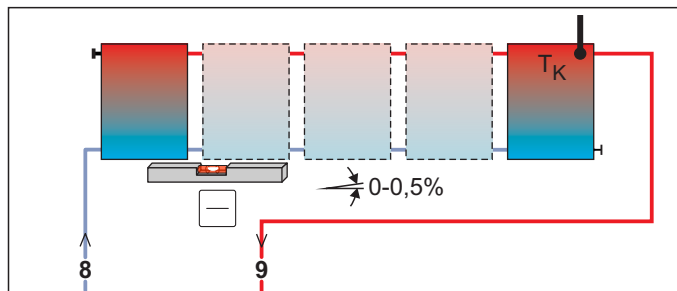
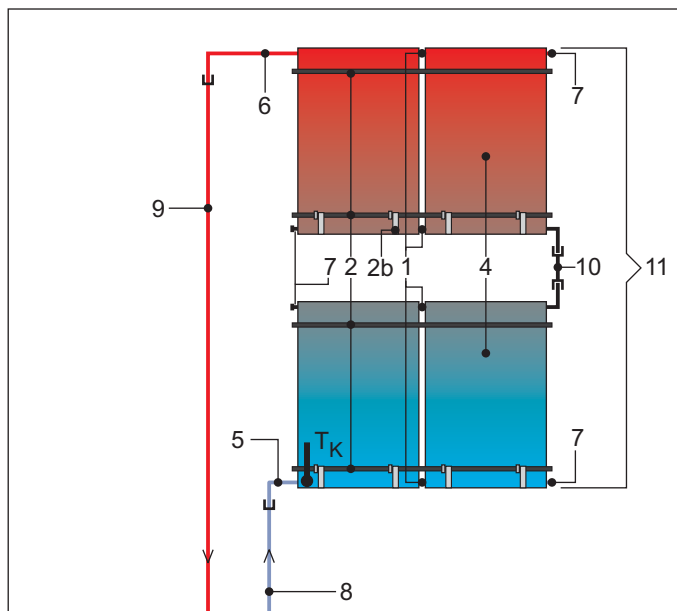
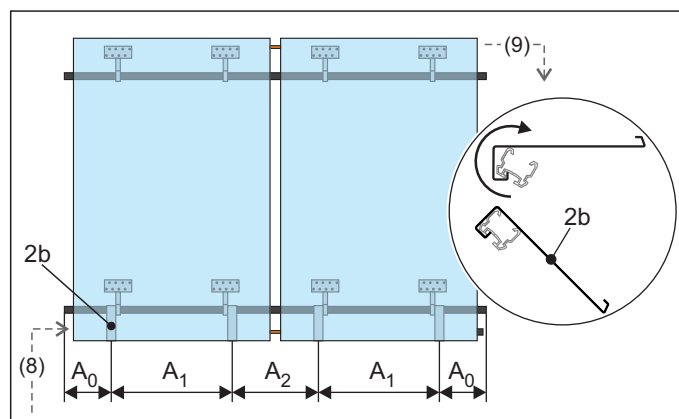

Fig. 4-1 Campo di collettori solari con collegamento alternato (consigliato)
Fig. 4-3 Disposizione alternativa dei collettori
Fig. 4-5 Fase di lavoro 1: allineamento dei ganci di fissaggio
In alternativa al semplice collegamento in parallelo dei collettori descritto nelle presenti istruzioni, all'occorrenza è possibile montare un massimo di 3 serie di collettori anche sovrapposte. I collettori o i campi di collettori montati gli uni sugli altri devono essere collegati in serie (fig. 4-3).
Tab. 4-1 Legenda per fig. 4-1 a fig. 4-3 e fig. 4-5
- La tubazione di collegamento di mandata va collegata in alto, la tubazione di collegamento di ritorno va collegata sotto al collettore (vedere da fig. 4-1 a fig. 4-3 e fig. 4-5).